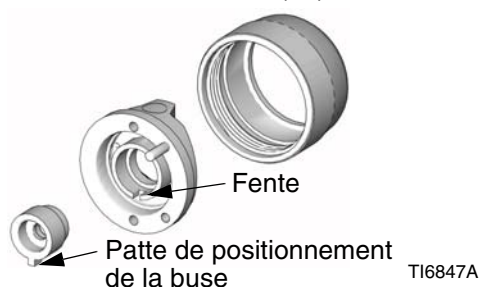

FIG. 7
3. Alignez la patte de positionnement de la buse sur la fente du chapeau d'air. Consultez la FIG. 7.
4. Serrez la bague de fixation du chapeau d'air (8) à la main pour assurer une bonne étanchéité entre le joint de la buse et le diffuseur (10).